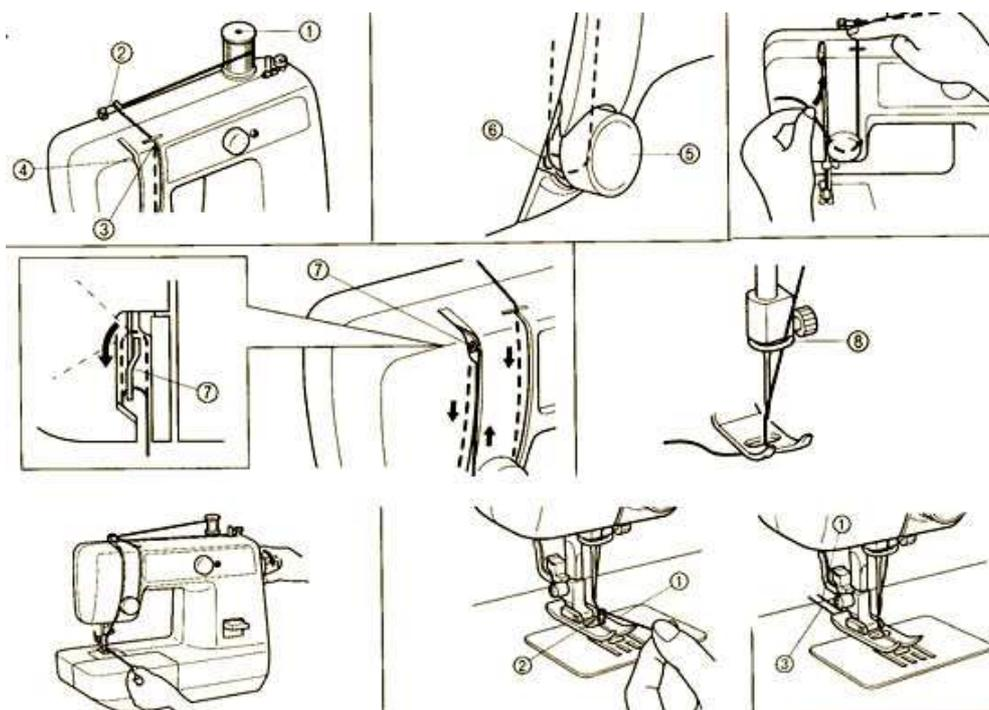

Рис. 7.2. Заправка верхней нити
5. Заправьте верхнюю нитку. Нитку можно заправить в иглу нитковдевателем (рис. 7.2).